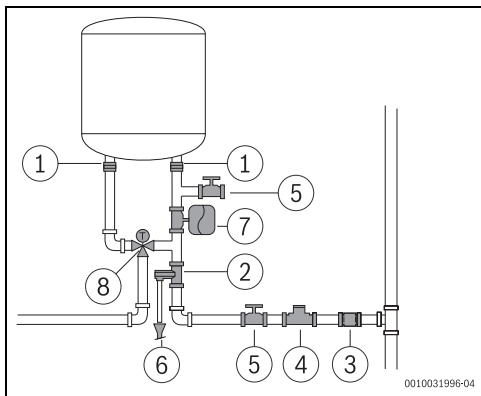

Fig. 15
- Si raccomanda di installare una valvola termostatica (fig. 15, [8]) sul tubo di uscita dell'apparecchio, se si utilizzano tubi PEX. Tali tubi devono essere adeguati alle performance del materiale utilizzato.
- ▶ Non installare mai accessori (diversi da quelli illustrati in fig. 15) tra la valvola di sicurezza e l'ingresso acqua fredda sanitaria (lato destro) dell'apparecchio.
- ▶ installare un riduttore di pressione (fig. 15, [4]). La valvola di sicurezza si attiva quando la pressione dell'acqua nell'apparecchio è superiore a 8 bar (± 1 bar), pertanto è necessario prevedere una soluzione per scaricare l'acqua.
- ▶ installare un vaso d'espansione (fig. 15, [7]) per evitare che la valvola di sicurezza si apra spesso. Il volume del vaso d'espansione deve essere pari al 5% del volume dell'apparecchio.